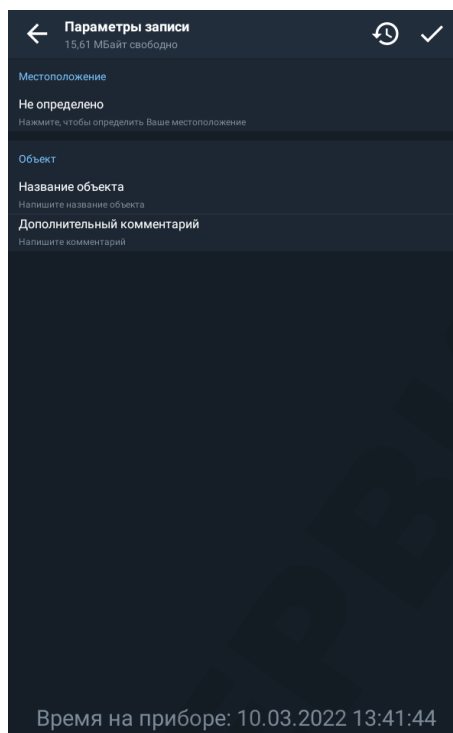

Рисунок 24 – Окно «Параметры записи»
3.6.4.7 Нажмите на кнопку «ЗАПИСАТЬ» и заполните все поля в окне «Параметры записи» (рисунок 24). Нажмите кнопку подтверждения (✓) и дождитесь сохранения данных в память прибора.